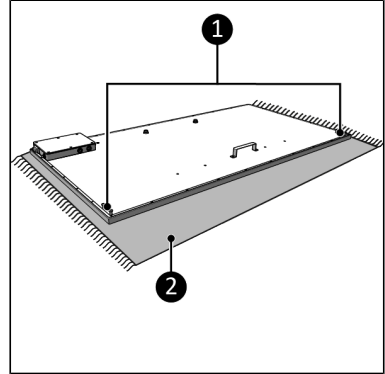

Abbildung 44.
1. Legen Sie das Gerät auf eine stabile weiche Oberfläche (Abbildung 44, Pos. 2).
2. Entfernen Sie die unteren Schrauben (4x) auf der Rückseite des Heizgeräts (Abbildung 44, Pos. 1).